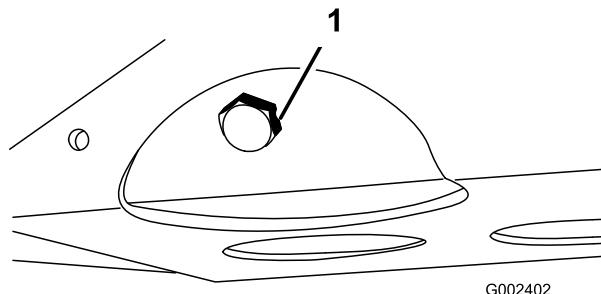

Bild 43
2. Entfernen Sie die Ablassschraube und lassen das Öl in ein Auffanggefäß ab (Bild 43). Schrauben Sie die Ablassschraube wieder ein, nachdem das Öl abgelaufen ist.